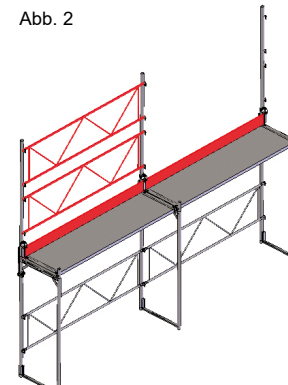

Abb. 3
5. Gehen Sie Feldweise so vor. (Abb. 3)